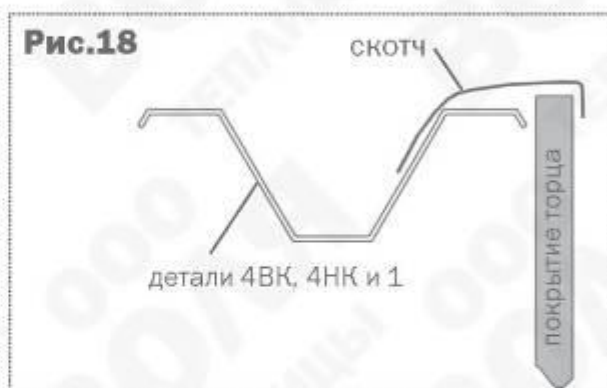

Рис.18
5. Подровняйте ножом куски покрытия по дугам **4Н** и **4ВК** и детали **1**, а затем закройте полученный срез скотчем в соответствии с **рис.18**.